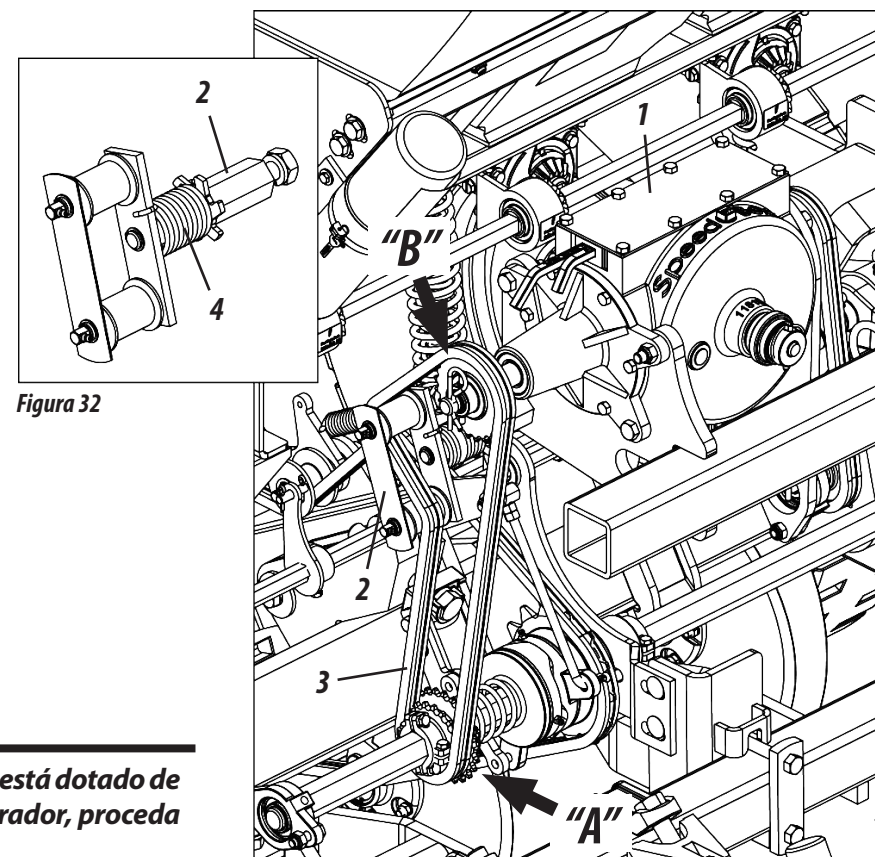

Figura 32
## REGULADO PARA DISTRIBUCIÓN DE SEMILLAS (FIGURA 32)
El regulado de la semilla es hecho a través de la *Speed Box* (1). Para obtener más regulados efectúe la inversión de la cadena en el engranaje motor "A" y movido "B", conforme muestra la figura 32. Para hacer la inversión de la cadena en el engranaje, proceda de la siguiente forma:
- 1- Primero, gire el estirador (2), retirando la tensión de la corriente (3).
- 2- Después haga la inversión de la corriente (3) conforme la necesidad de trabajo.
- 3- Luego, suelte el estirador (2) liberando el mismo, retornando la tensión en la cadena (3).
Para conducir el fertilizante del distribuidor hasta el suelo, encaje los picos en grado (1) en las salidas del conductor fertisystem (2) a través de las presillas (3). Luego, coloque las mangas (4) en los picos en grado (1) a través de las presillas (5), **conforme muestra la figura 32.**